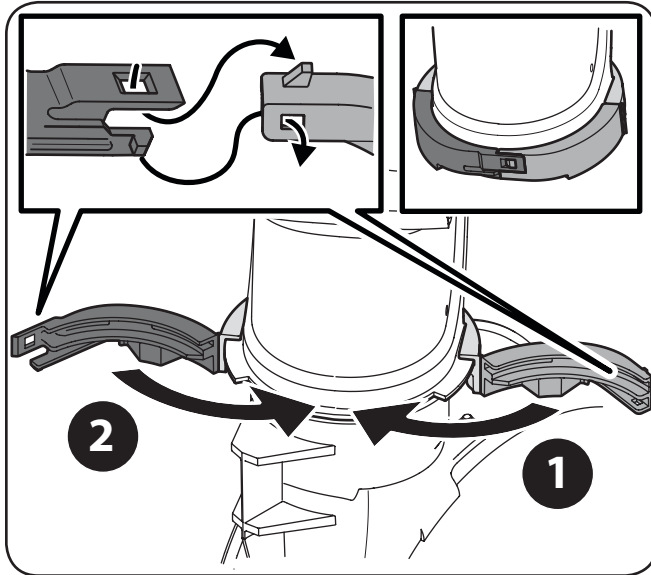

Figura 3-5
- Sujete la banda para el canal al canal alineando primero las dos uniones de ajuste a presión y oprimiendo los dos extremos (1 y 2) para unirlos como se indica. Asegúrese de que las dos lengüetas de los extremos queden enganchadas, como se indica en el recuadro superior izquierdo de la Figura 3-5. Si se ensambla correctamente, la banda para el canal debe quedar como se muestra en el recuadro superior derecho de la Figura 3-5.
**IMPORTANTE:** Si debe extraer el canal por cualquier motivo, se debe usar un destornillador para soltar las lengüetas de traba que se mostraron anteriormente en el recuadro izquierdo de la Figura 3-5.